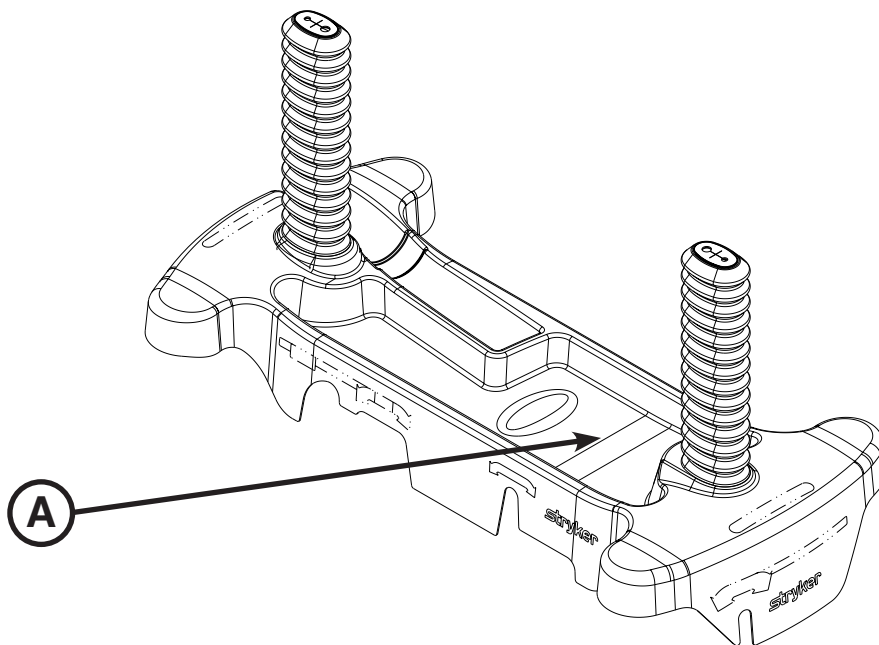

Abbildung 8: Stauraum der Basisabdeckung
Wie in Abbildung 8 dargestellt, können Gegenstände in der Basisabdeckung (A) verstaut werden.